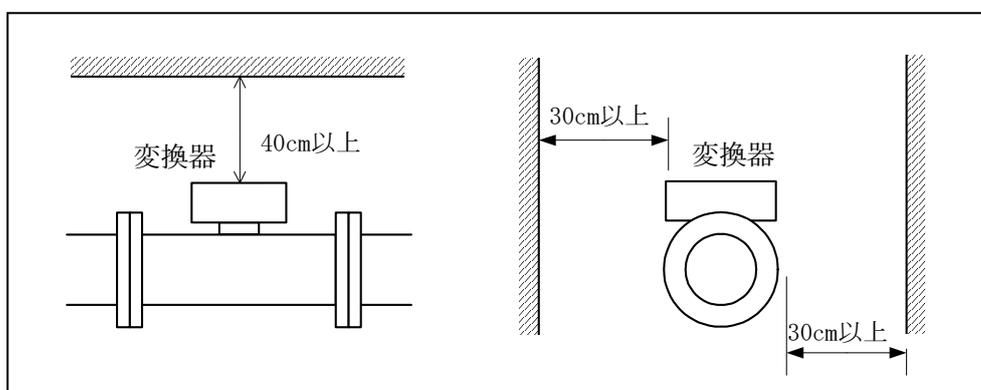

図4-1; メンテナンススペース
- (1) 流体中にダスト・ミストが含まれない場所に設置してください。
- (2) モーター、ブロウ、バタフライ弁などの音響ノイズの原因となりうる機器から離して設置してください。
- (3) インバータなどの電源ノイズ発生源がある場合は、流量計の電源ラインにノイズフィルタを設置してください。
- (4) 振動の少ない場所に設置してください。
- (5) 変換器上部は40cm、検出器周囲は30cm以上のメンテナンススペースを確保してください。(図4-1)